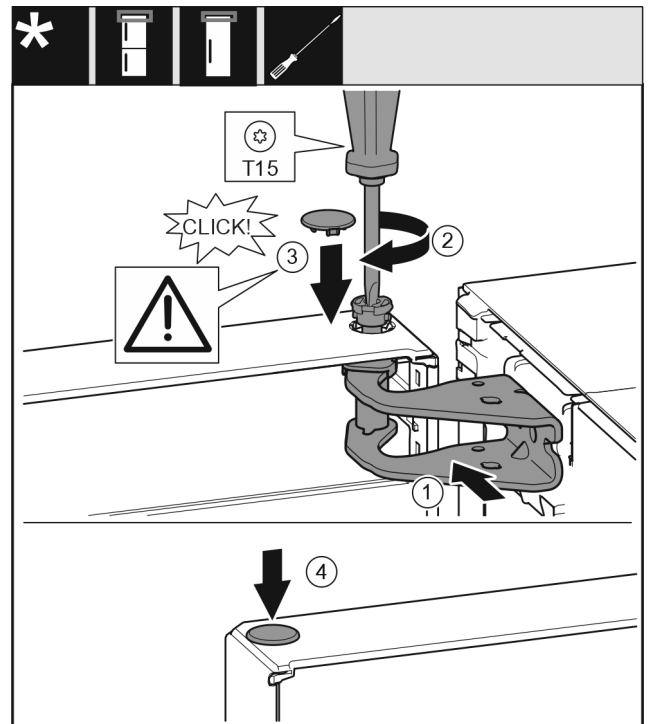

Fig. 19
- ▶ Выровняйте дверь вверх по отверстию в опорном кронштейне. Fig. 19 (1)
- ▶ Вставьте палец и затяните отверткой T15. Fig. 19 (2)
- ▶ Установите предохранительную крышку для защиты двери: Вставьте предохранительную крышку и проверьте, прилегает ли она к двери. В ином случае вставьте палец полностью. *Fig. 19 (3)*
- ▶ Вставьте заглушку. *Fig. 19 (4)*